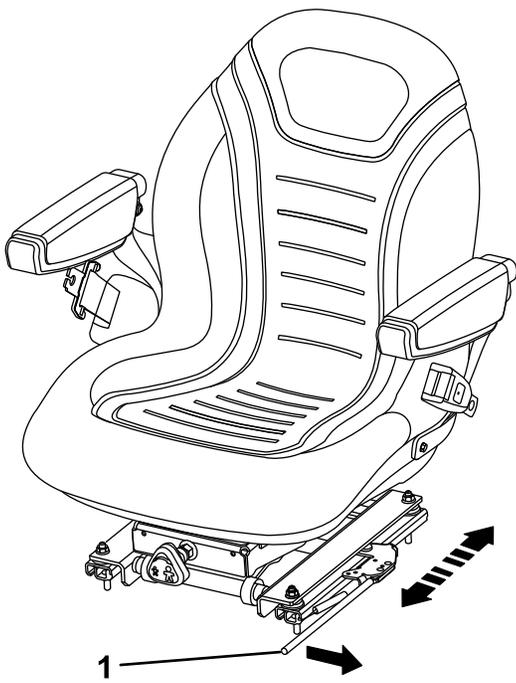

図 10
**前後調整** 座席調整レバーで運転席の前後位置の調整を行うことができます 図 10。
**体重調整** ハンドルを図のように右に回すとサスペンションが硬くなり、左に回すとサスペンションが柔らかくなります 図 10。